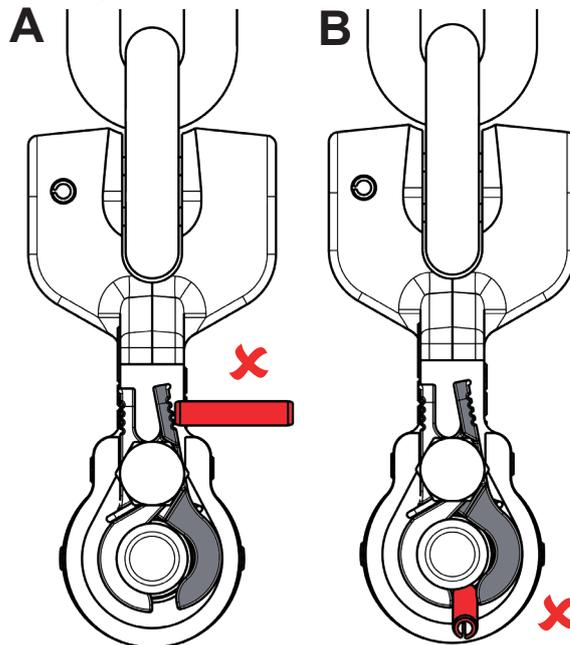

Fig. 22: Blocco del morsetto non chiuso su entrambi i lati
- Il blocco del morsetto non è completamente chiuso a causa di un oggetto interposto (confrontare Fig. 22 A e B).